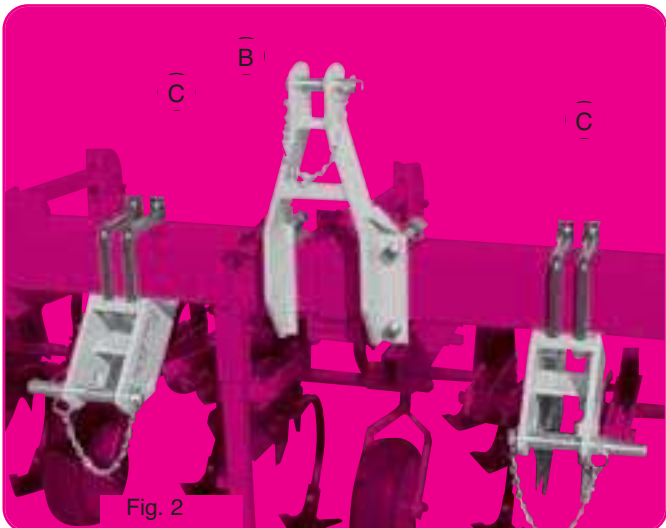

Fig. 2
1. Repérer exactement sur la barre les emplacements d'éléments (D) en fonction des inter-rangs.
2. Fixer le 3e point (B) puis de part et d'autre et à EGALE DISTANCE de ce 3e point les 2 brides latérales (C) à un écartement tel, qu'après attelage au tracteur, les rotules des bras de relevage soient distantes de 85 à 88 cm. L'axe d'attelage des brides (C) est déporté ce qui permet de toujours trouver un emplacement libre sur la poutre.
Attention : Ces 2 brides (C) se plaquent sous la barre (fig. 2) et non sur l'avant de la barre.
4. Fixer, aux emplacements précédemment repérés, les corps d'éléments (D).
5. Fixer les 2 ensembles coutres stabilisateurs (E) sur l'avant des éléments extérieurs.
6. Placer la béquille (F) à un endroit libre et accessible vers le centre de la machine.
Attenzione : queste 2 flange si fissano sotto la barra (fig. 2) ma non sulla parte anteriore della barra.